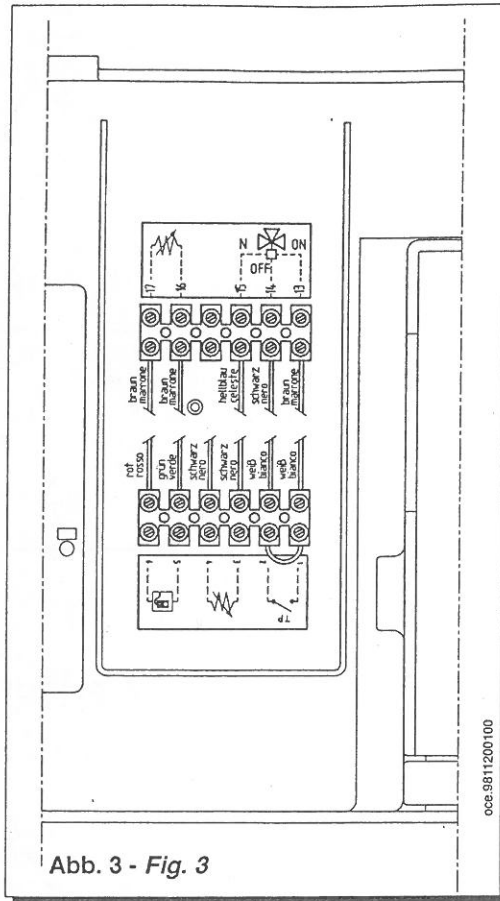

Abb. 3 - Fig. 3
- Auf das Klemmenbrett auf dem Deckel des Bedienfelds (Abb. 3) zugreifen, um den Anschluß des Außenfühlers der Fernsteuerung und des Thermostats für Fußbodenanlagen auszuführen.
- **Außenfühler (Sonderzubehör):** die beiden Kabel des Außenfühlers an die Klemmen 3 und 4 anschließen (Abb. 3). Der Temperaturwert des Kessels wird in diesem Fall abhängig von der gemessenen Außentemperatur und dem gewählten Verlustkoeffizienten kt selbsttätig eingegeben. Das Korrelationsgesetz (Vorlauftemperatur ist eine Funktion der Außentemperatur) ist im Diagramm 1 dargestellt. Detaillierte Angaben zur Anbringung des Außenfühlers erhalten Sie in den dem Fühler beigelegten Angaben.
- Die Kabel der Fernsteuerung an Klemmen 5 u. 6 (Abb. 3) anschließen. Die Klemme 5 muss an die Klemme + der Fernsteuerung angeschlossen werden.
- **Thermostat für Fußbodenanlage (im Handel erhältlich):** Die Brücke an den Klemmen 1 und 2 (Abb. 3) entfernen und die Thermostatkabel anschließen.
- *Accedere alla morsettiera delle connessioni, presente sul coperchio del cruscotto comandi (fig. 3), per il collegamento della sonda esterna del telecontrollo e del termostato per impianti a pavimento.*